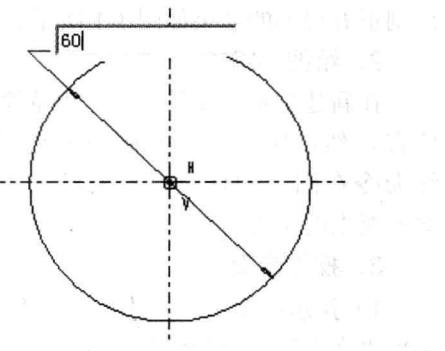

图1-4 修改圆的直径为60
4) 修改圆的直径为60。单击“选择”按钮 $\text{!}$ ，然后移动鼠标到圆直径的数值边，这时圆的尺寸线和数值变成亮蓝色，双击鼠标，出现修改框，将直径数值修改为60。按回车键确定，如图1-4所示。